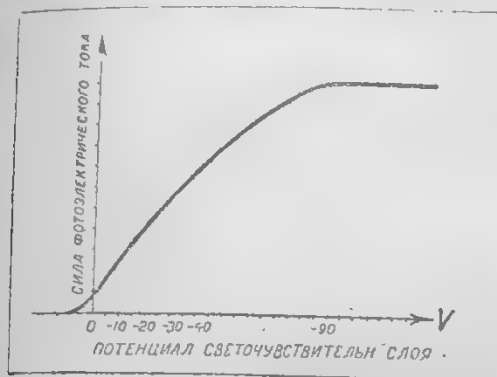

Рис. 2
2) Зависимость фотоэлектронного тока от напряжения между светочувствительным слоем, т. е. катодом и анодом (рис. 2).